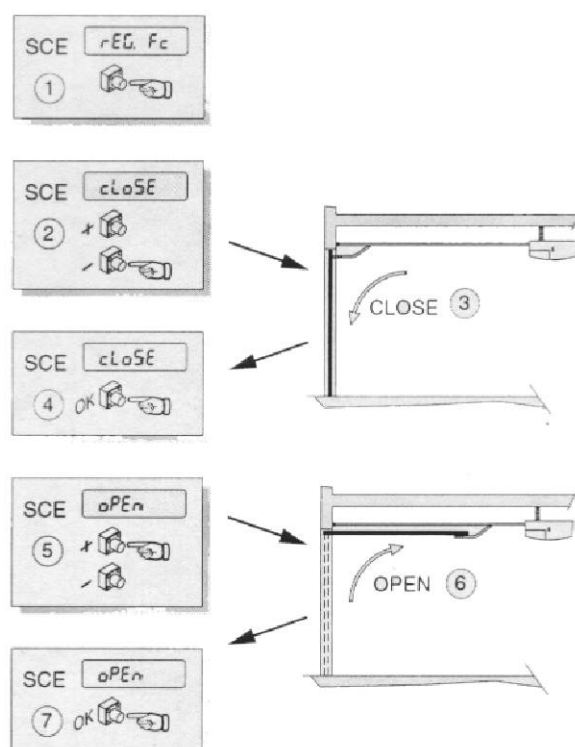

рис. 21
Блок управления SCE имеет меню регулировки концевиков открывания и закрывания, что облегчает установку (смотрите. рис. 21 и 22, а также рис. В программирования блока управления) и сделайте следующее:
**ПРИМЕЧАНИЕ:** замок должен быть расположен как указано на дет. 9А и 9В рис. 21. Неправильное положение замка цепи может привести к поломке механизма.